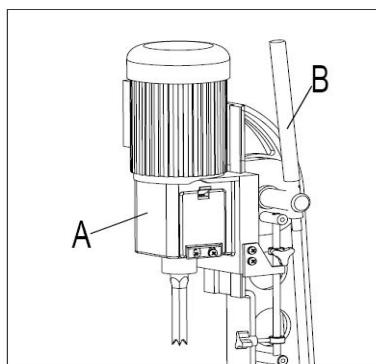

Rys. 2 Rys. 3
6. Złóż piastę zespołu uchwytu (A) Zobacz rysunek 2